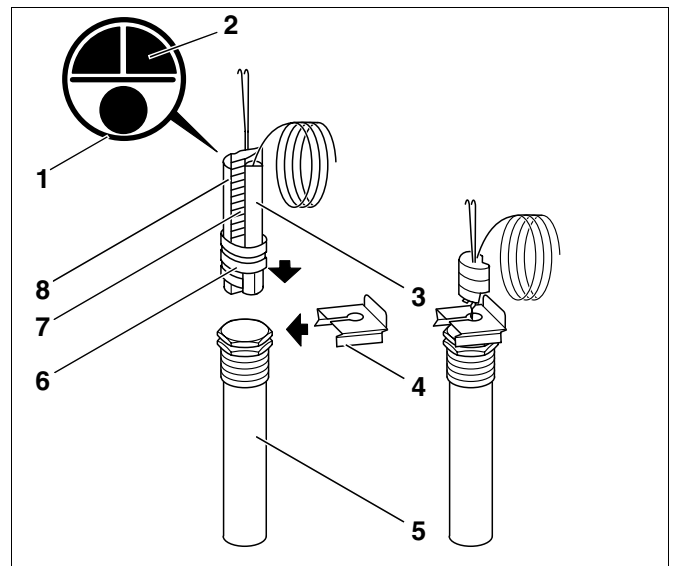

Fig. 1 Montage de la sonde en doigt de gant
- Insérer l'ensemble sonde (fig. 1, **pos. 1**) jusqu'à la butée dans le doigt de gant (fig. 1, **pos. 5**).
La spirale en plastique (fig. 1, **pos. 6**) - pour maintenir les sondes - se rétracte automatiquement lors de l'insertion dans le doigt de gant. Le ressort compensateur (fig. 1, **pos. 7**) et les pièces borgnes (fig. 1, **pos. 2 et 8**) doivent également être insérées dans le doigt de gant. Ils permettent de plaquer la sonde de température contre la paroi du doigt de gant afin d'obtenir un meilleur transfert de la chaleur.
- Glisser l'arrêt de sécurité (fig. 1, **pos. 4**) par le côté sur la partie supérieure du doigt de gant afin que les sondes ne glissent hors du doigt de gant.
Dans ce cas, seul le détecteur (fig. 1, **pos. 3** et fig. 2, **pos. 1**) de l'ensemble sonde immergée jointe à la livraison (fig. 1, **pos. 1**) est utilisé - le ressort compensateur et les pièces borgnes ne sont pas nécessaires.